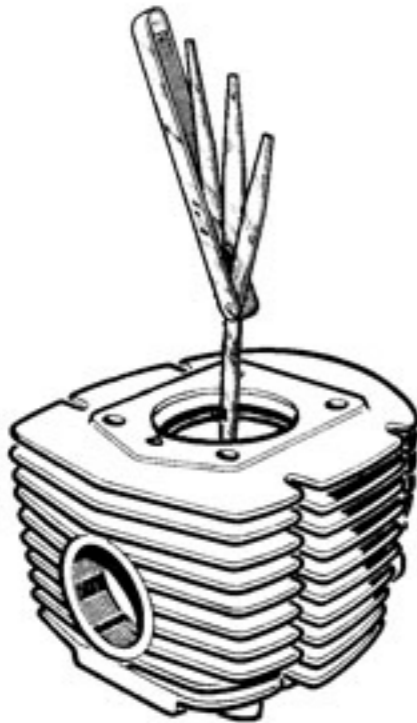

Fig. 2
- Contrôler le jeu piston-cylindre, le jeu à la coupe des segments (Fig. 2) et le jeu segment-gorge.